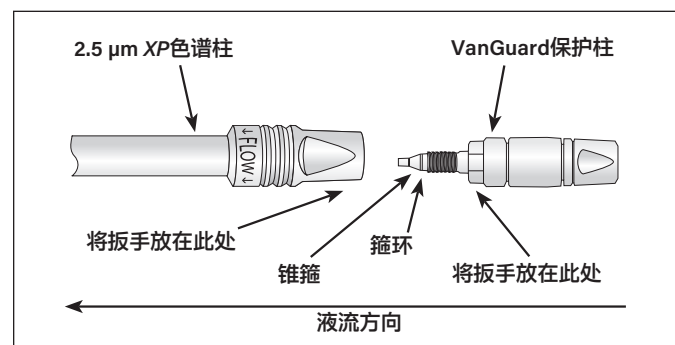

图4: 安装VanGuard保护柱。
5. 如图4所示，将两个5/16英寸扳手分别置于XP 2.5 µm色谱柱的平坦部分和VanGuard保护柱六角螺母（外接头）处，然后拧紧。